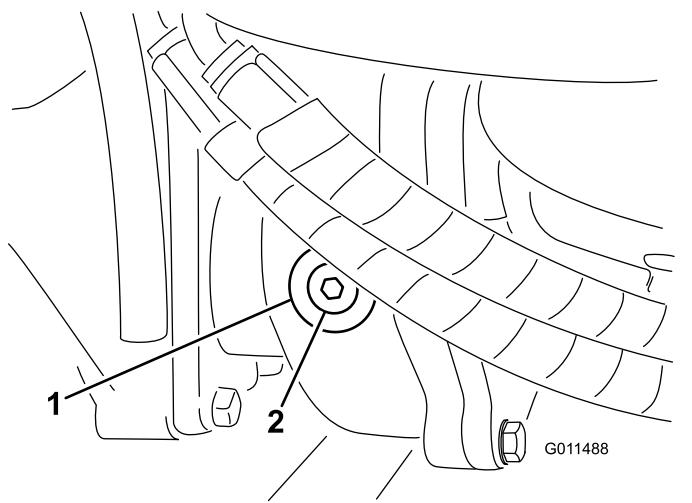

Figura 93
2. Togliete il tappo di controllo/riempimento dal lato sinistro del riduttore (Figura 93) e verificate che il lubrificante raggiunga la base del foro. Se il livello è basso, rabboccate con lubrificante fino a portarlo alla base del foro.